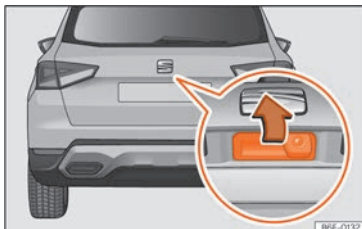

Abb. 58 Heckklappe: Öffnen von außen
- **Öffnen:** Drücken Sie leicht den Haltegriff. Sie öffnet sich selbsttätig. »» (Abb. 58).